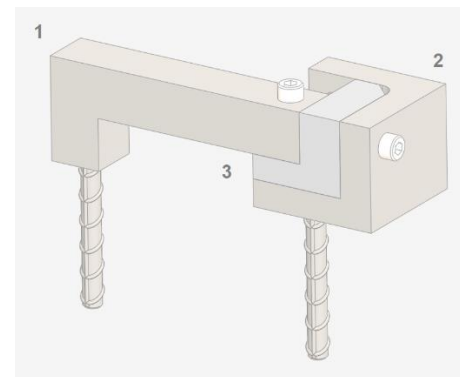

Рис. 1 – Сборка трещиномера
1.1 Соберите кронштейн (1) и опору (2), используя установочную плиту (3), винтами, входящими в комплект поставки, как показано на рис. 1